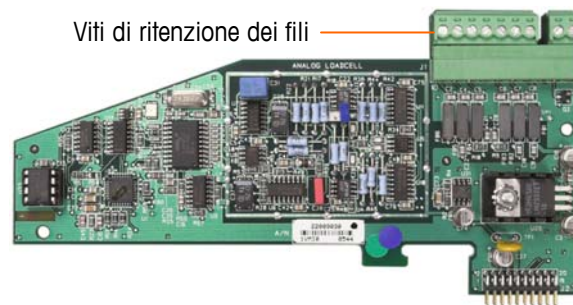
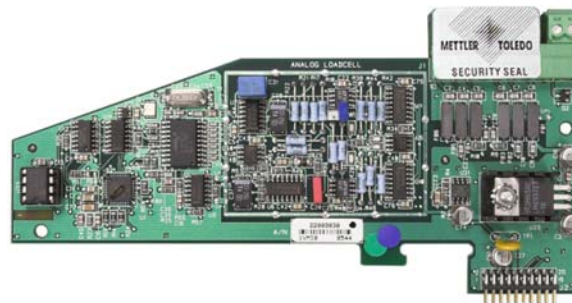

Figura 2-86: Connessione della scheda di opzione non protetta
Figura 2-87: Sigillo di sicurezza installato
3. Per proteggere i/i cavo/i di interconnessione alla cella di carico (collegati alla schede di opzione), è necessario apporre un sigillo di sicurezza ai connettori per assicurare che non vengano rimossi o disconnessi. Il sigillo impedisce anche l'accesso alle viti di fermo dei cavi indicate in Figura 2-86. La Figura 2-87 mostra il sigillo in posizione.